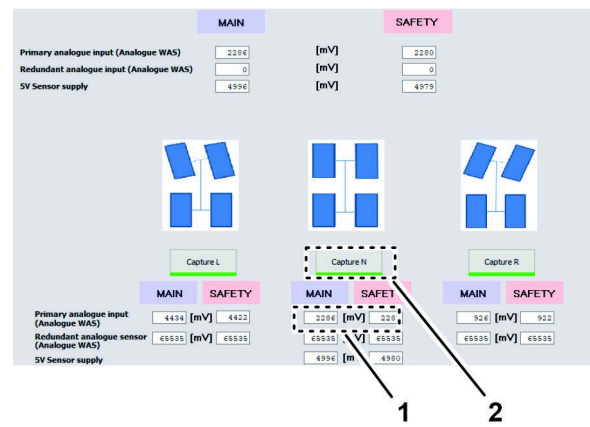

Figure 152
8. Cliquez sur l'icône CAPTURE N (Figure 152).